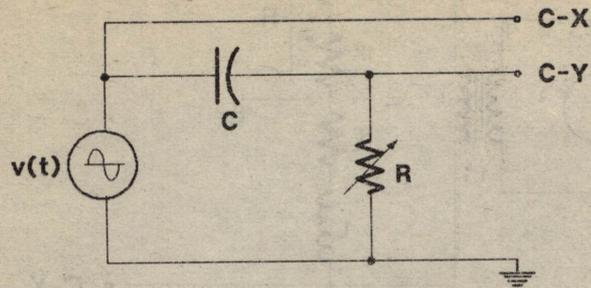

Figura 14
Arme el circuito de la figura 14, con $C = 0.22 \mu\text{F}$ y $R = 1 \text{ K}\Omega$.
- 6.- Repita los puntos del 2 al 5 para el circuito de la figura 14.